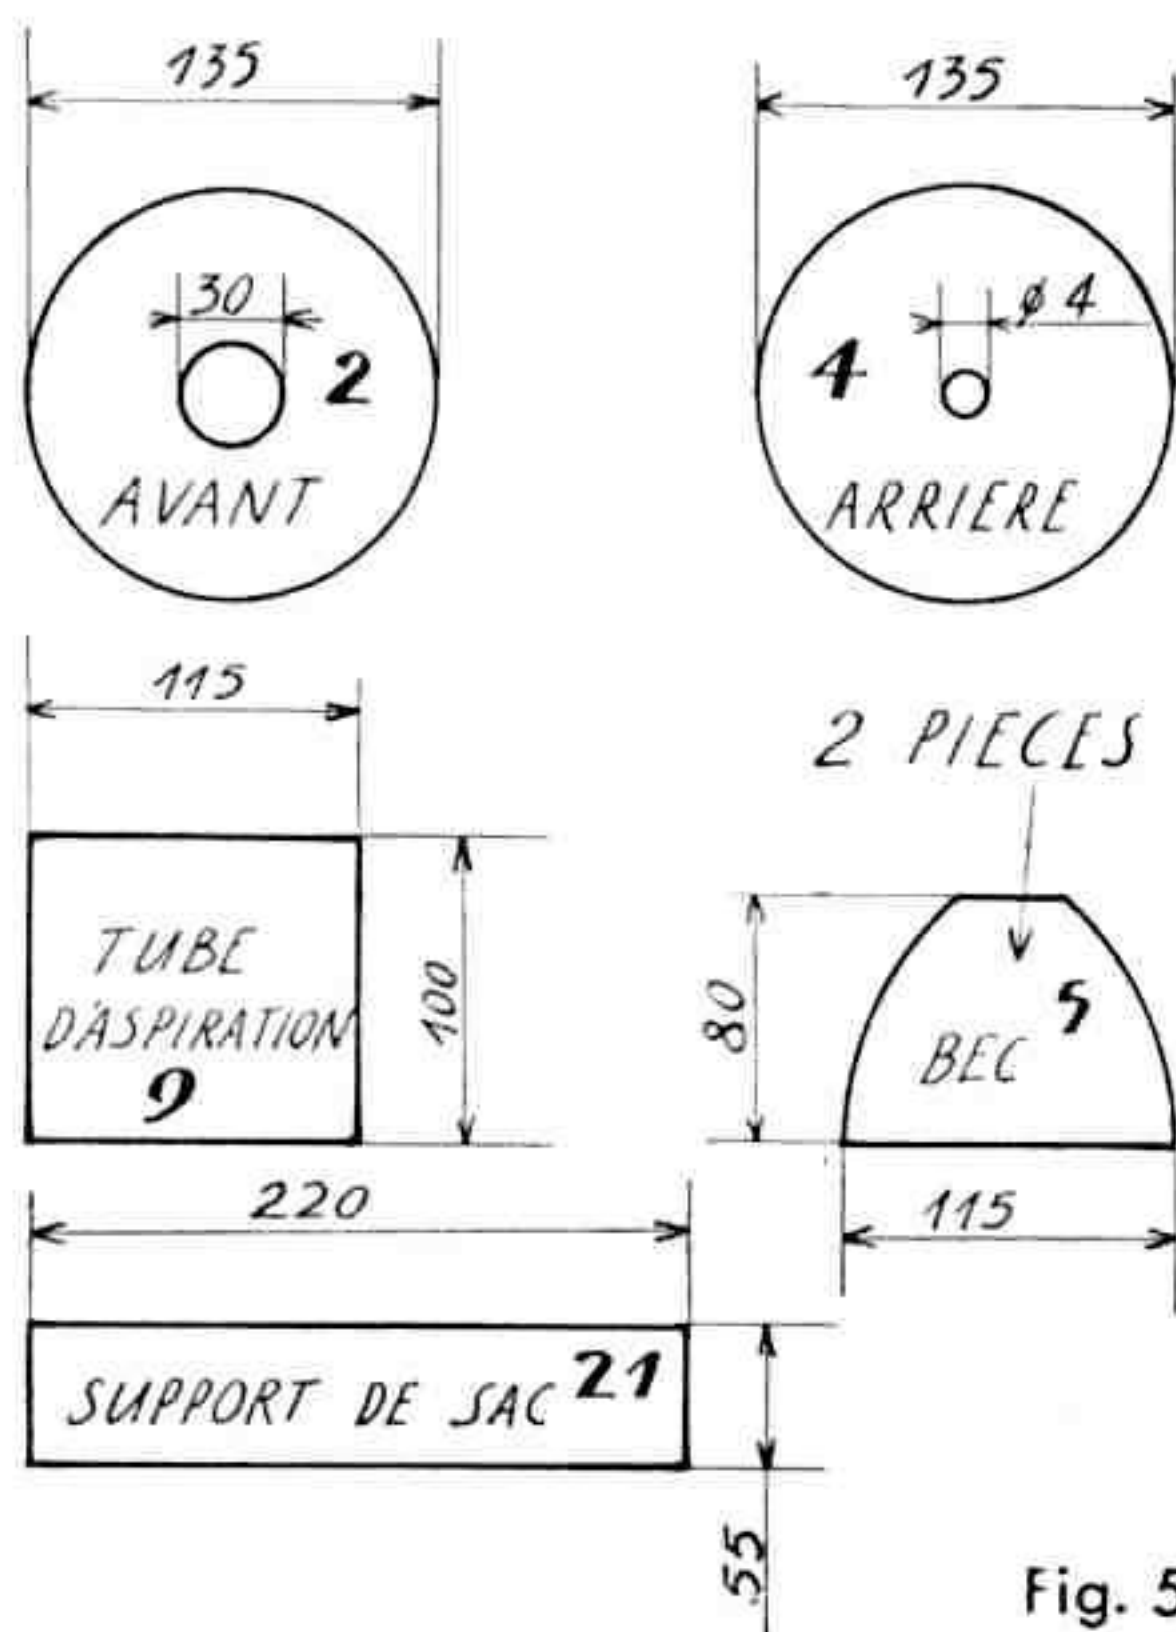

Fig. 5
— 1 feuille de carton rigide (genre carte de Lyon de 5/10 de millimètres d'épaisseur). Un vieux dossier fera très bien l'affaire. Voyez sur la figure 5 la surface nécessaire.
Le bec aspirateur (fig. 1) est formé de deux morceaux de carton (5), dont la forme et les dimensions sont données sur la figure 5. Les deux morceaux de carton sont soutenues par deux bandes de 9 trous (6) placées respectivement au-dessus et au-dessous de l'ouverture du bec. La fixation des bandes de 9 trous s'opère à l'aide de boulons de 9,5 mm. Trois rondelles sont passées sur chaque boulon entre les deux morceaux de carton. Ceux-ci sont ensuite bordés par deux bandes incurvées épaulées de 75 mm. qui les appliquent au mieux sur l'extrémité d'un cylindre (7). Comme la réunion du carton et du cylindre ne sera pas parfaite, il y aura lieu de boucher les interstices avec de la ouate ou du papier froissé.
de carton sur elle-même (fig. 5) et en la maintenant à l'aide de ruban adhésif. Le cylindre (8) et le tube (9) sont fixés sur la longrine circulaire (1) et le disque (3), d'une part, au moyen de deux bandes de 5 trous et d'une équerre de 26 × 12 mm. ; d'autre part, au moyen d'une bande de 4 trous et
A l'avant du modèle, une plaque flexible triangulaire de 90×60 cm. est boulonnée entre la cornière, la poutrelle plate de 3 trous et la longrine circulaire. Une plaque identique est montée de la même façon à l'arrière, sur le flasque circulaire. Assurez-vous une dernière fois de l'étanchéité satisfaisante du carter et placez le support de sac (21) à l'intérieur des quatre poutrelles plates. Ce support est formé d'une bande de carton de $22 \times 5,5$ cm. (fig. 5).